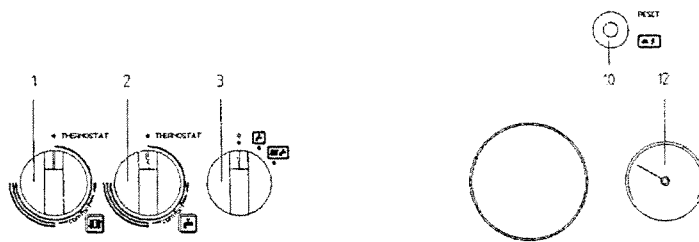

Figura 9
- aprire il rubinetto gas e ruotare la manopola (3) di figura 9 predisponendo la caldaia in posizione estate ( $\left(\frac{\text{E}}{\text{I}}\right)$ );
- abrir el grifo gas y hacer girar el botón (3) de figura 9, predisponiendo la caldera en posición verano ( $\left(\frac{\text{E}}{\text{I}}\right)$ );